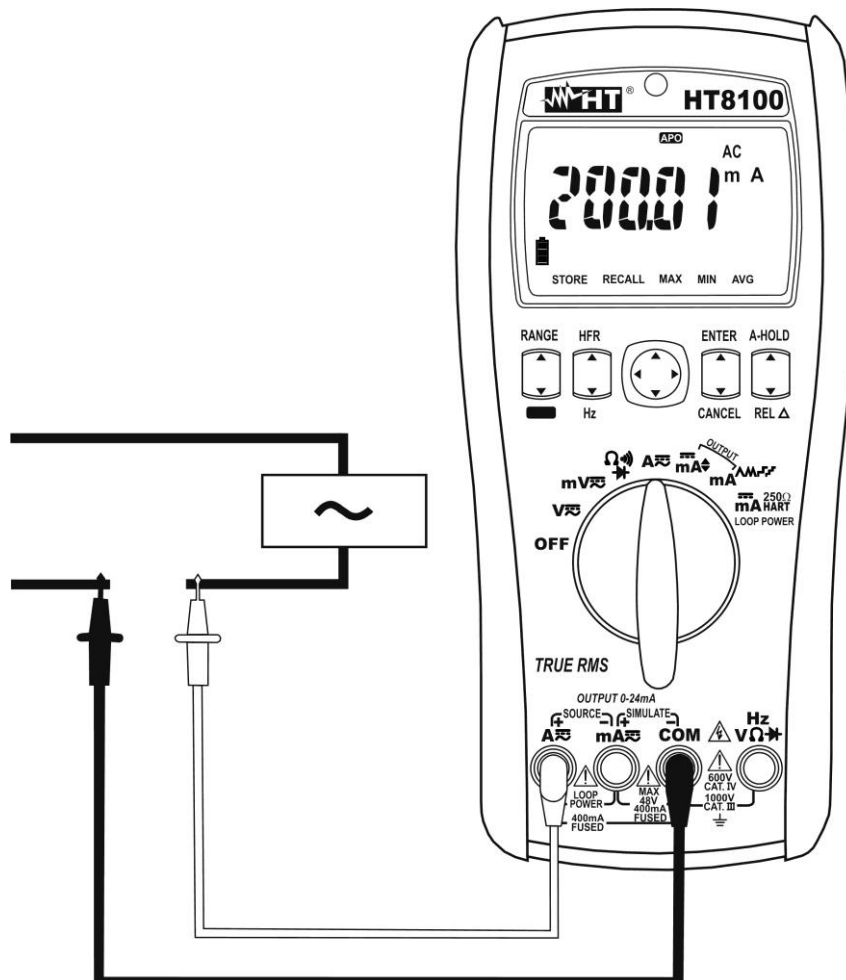

Fig. 5: Uso dello strumento per misura di Corrente AC
4. Inserire il cavo rosso nel terminale di ingresso  $\overline{mA}$  o  $\overline{A}$  ed il cavo nero nel terminale di ingresso **COM** (vedere Fig. 5)